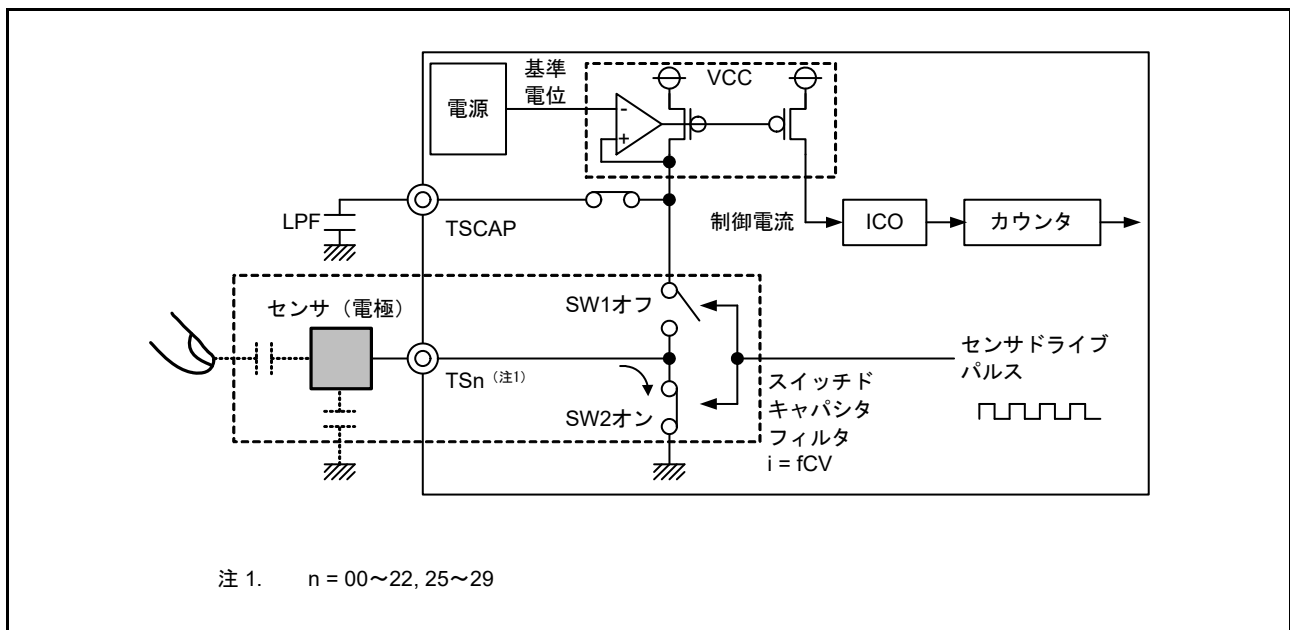

図 39.6 放電動作
2. SW1 : OFF、SW2 : ON にすることで、充電された容量は放電されます。図 39.6 を参照してください。